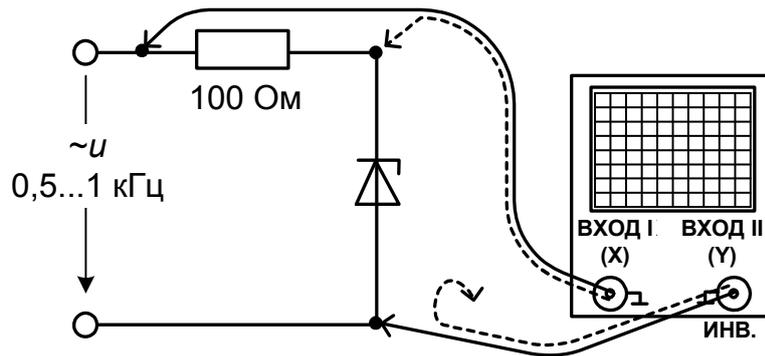
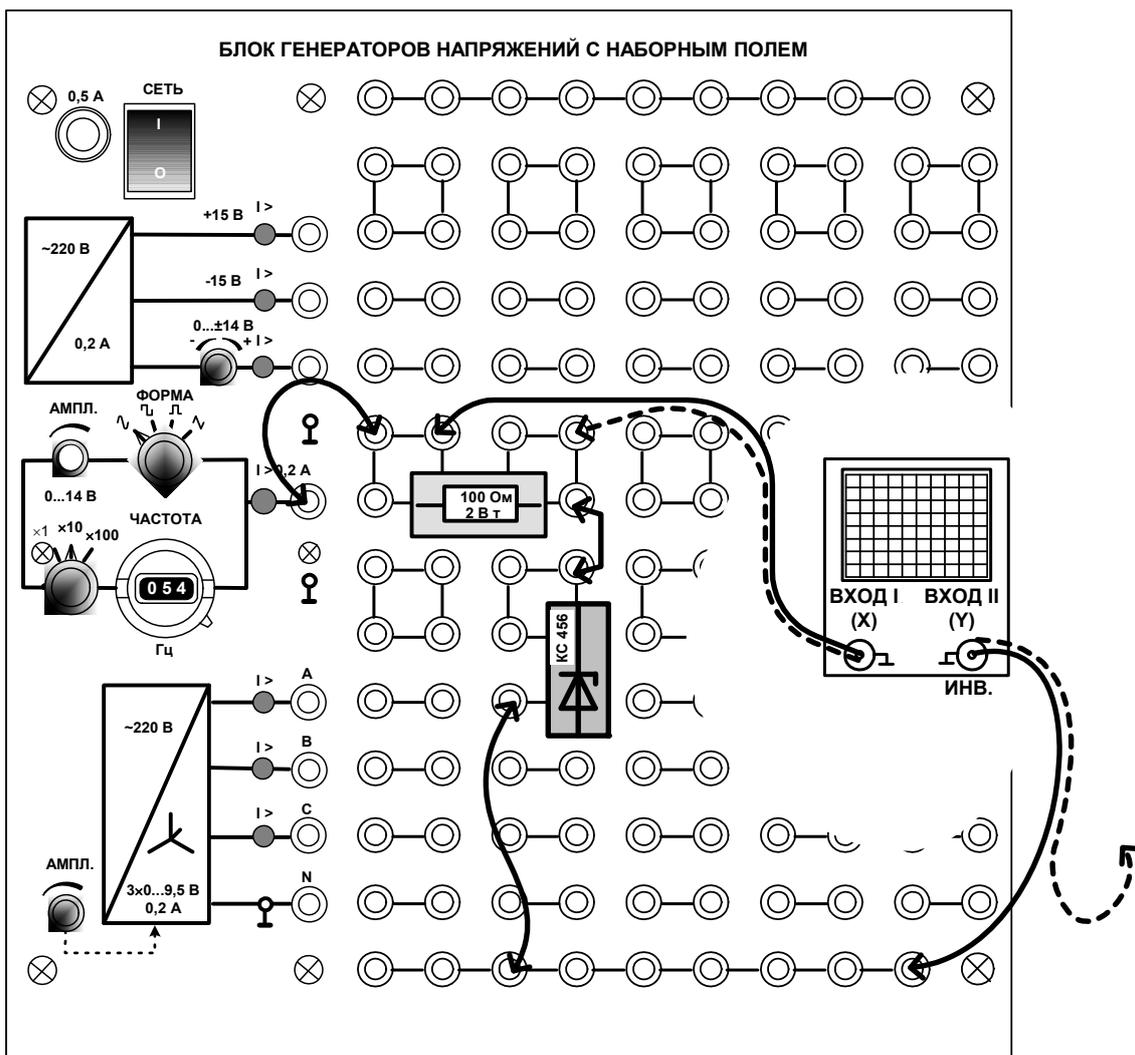

Рис. 1.8. Принципиальная схема для регистрации ВАХ на переменном токе
Рис. 1.9. Монтажная схема
1. Соберите цепь согласно принципиальной схеме (рис. 1.8) или монтажной (рис. 1.9). Подайте на вход синусоидальное напряжение от генератора напряжения специальной формы частотой 0,5...1 кГц (по заданию преподавателя) максимальной амплитуды и отрегулируйте развёртку по времени, синхронизацию и усиление по двум каналам так, чтобы на экране помещались 1,5-2 периода кривых тока и напряжения.
1. Соберите цепь согласно принципиальной схеме (рис. 1.8) или монтажной (рис. 1.9), но заменив резистор **100 Ом на 680 Ом**, а **стабилитрон – на соответствующий диод**. Подайте на вход синусоидальное напряжение от генератора напряжения специальной формы частотой 0,5...1 кГц (по заданию преподавателя) половинной амплитуды (установите регулятор амплитуды примерно в среднее